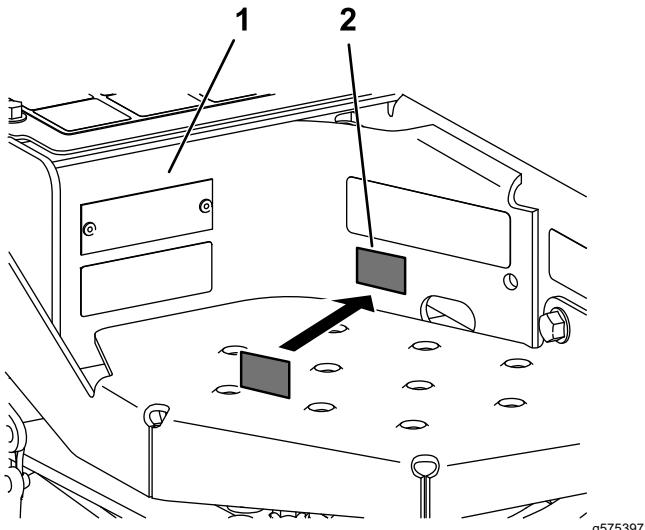

Figura 5
1. Utilice alcohol y un trapo limpio para limpiar la zona junto a la placa del número de serie, y deje que la zona se seque (Figura 5).
2. Retire el papel protector de la calcomanía del año de fabricación y aplique la calcomanía (Figura 5).